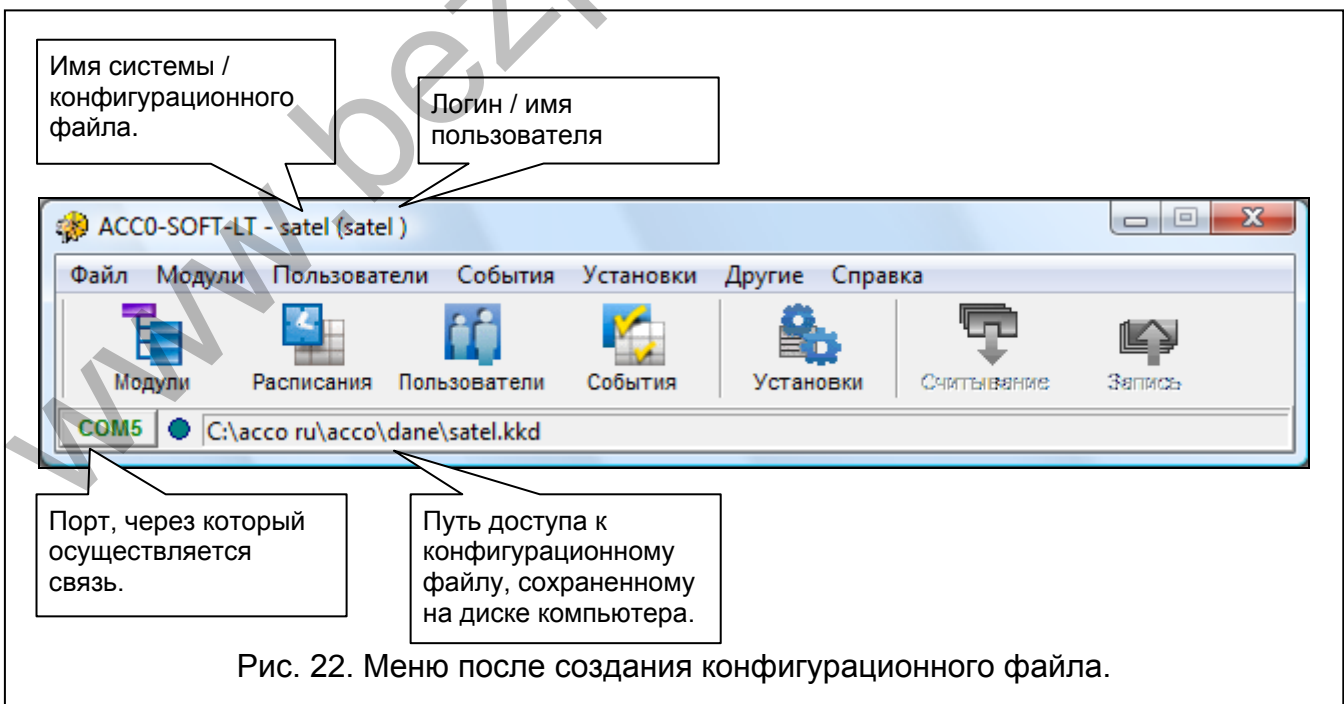

Рис. 22. Меню после создания конфигурационного файла.
5. После создания конфигурационного файла (или после открытия уже существующего файла) изменится вид окна главного меню программы (см. рис. 22). Будет доступно полное меню и все кнопки.
9. После настройки модуля / модулей, новые установки необходимо записать. Кнопка **Запись** в окне **СПИСОК МОДУЛЕЙ** позволяет записать данные в выбранный модуль. Кнопка **Запись** находится в главном меню программы (см.: рис. 22) и позволяет записать данные во все модули в системе, в которых данные были изменены.